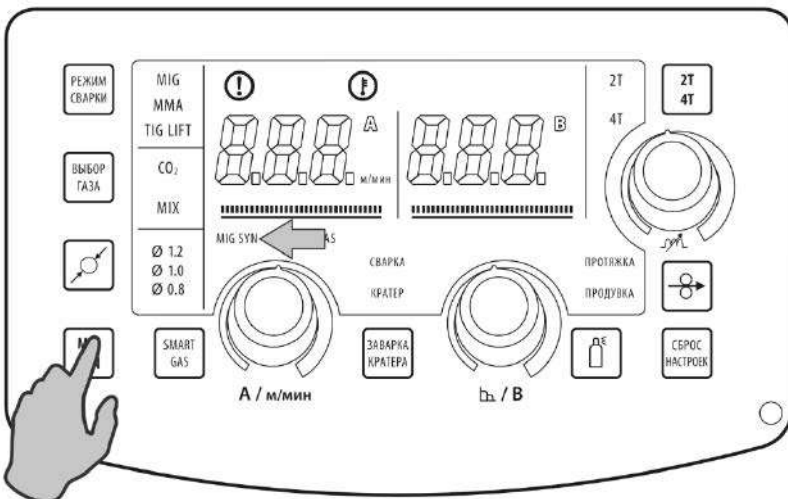

Рис. 8.6.2. Выбор режима MIG SYN.
2. Выберите режим MIG SYN (см. рис. 8.6.2), кнопка включения синергетического режима – см. рис. 7.0.2, п. 5.